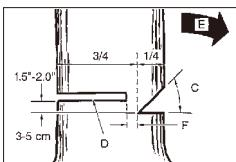

Рисунок 11B
Категорически запрещается находиться со стороны подпила перед деревом, на котором выполнен направляющий подпил. Выполните валочный пропил (D) с другой стороны ствола дерева на 3–5 см (1,5–2,0 дюйма) выше края направляющего подпила (C) (рис. 11B).